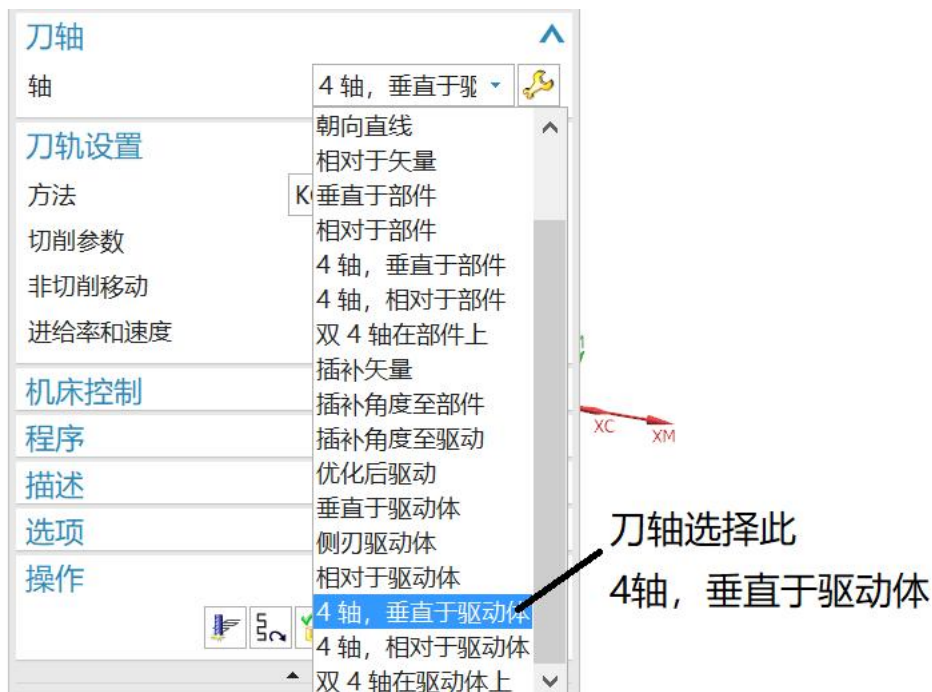
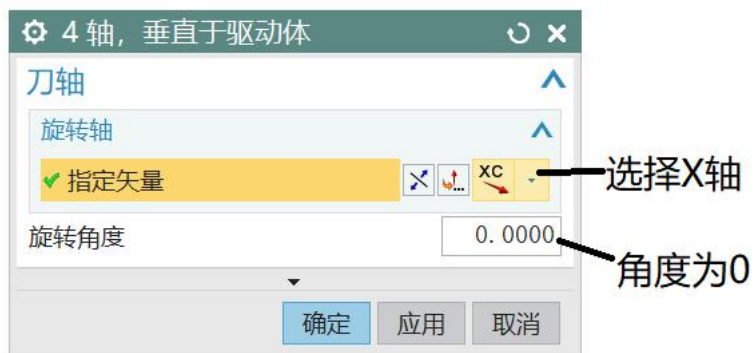

图 7-8 刀轴选择
图 7-9 轴设置
②、刀轴设置，如图 7-8 所示，选择 4 轴，垂直于驱动体，进入图 7-9 所示对话框。